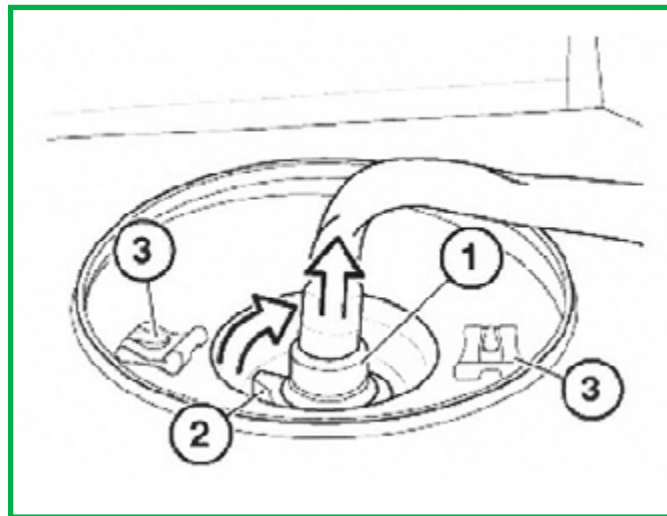

ABBILDUNG 4
6. Trennen Sie die Oberseite der Luftfeder, indem Sie die Steckverbindung (1) nach unten drücken, den Sicherungsring (2) zusammendrücken und die Luftleitung abziehen. Entfernen Sie die Sicherungsklammern (3). (Abbildung 4)